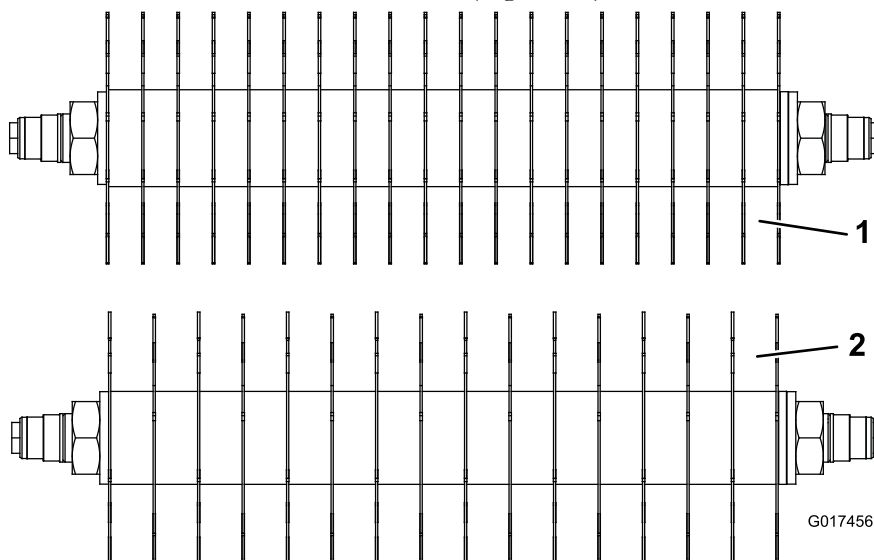

Figura 14
espaçamento de 2,54 cm (1 pol.) são necessários (19) novos espaçadores, peça número 93-3092 e (4) lâminas de carboneto adicionais, peça número 106-8625 ou (4) lâminas regulares adicionais, peça número 93-3038 (Figura 14).